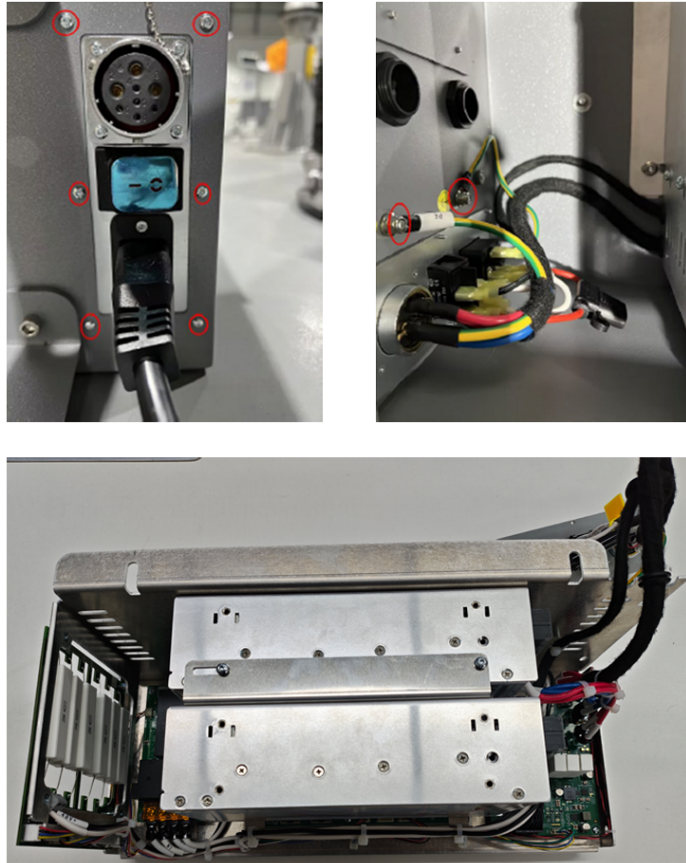

图 3-25: 螺钉位置、电源接地连接位置及钣金模块放置方式
3. 断开电源插座和设备连接器与箱体间的接地连接，将安装钣金模块从箱体中取出来放置在箱体支架上，如图 3-25 所示；